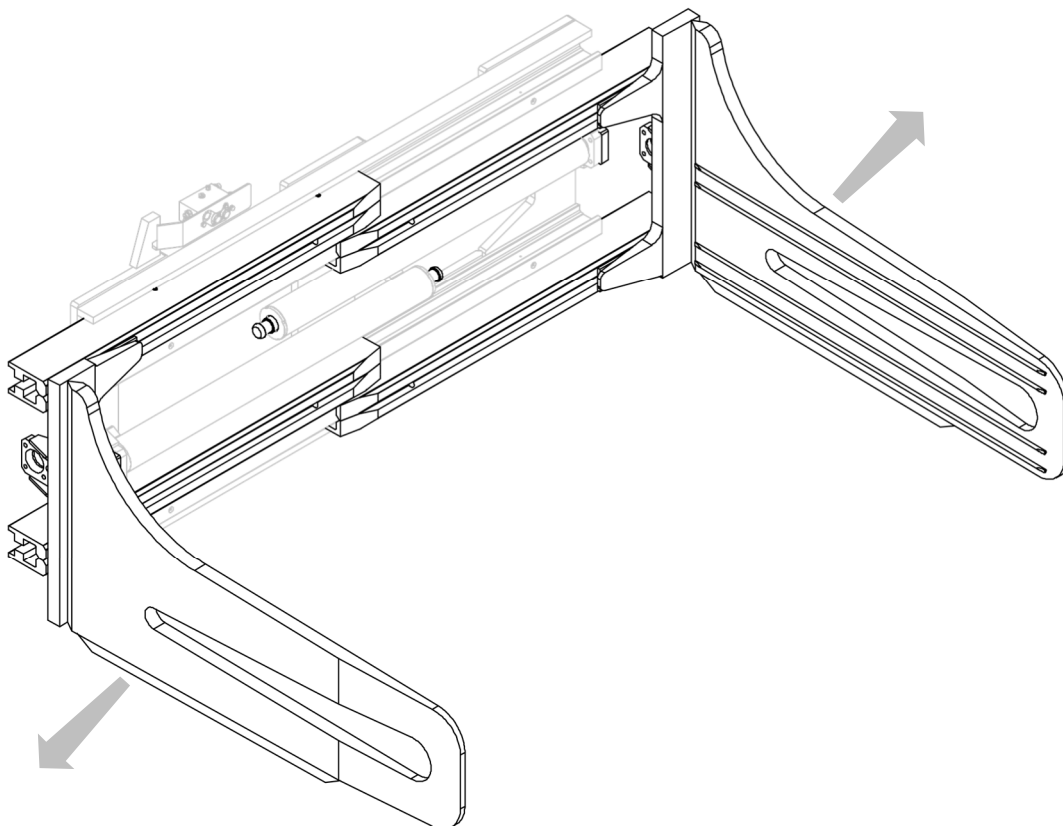

Figure 18
4. Extraire les fourches, avec leurs mâchoires, de leurs sièges (voir *Figure 18*).